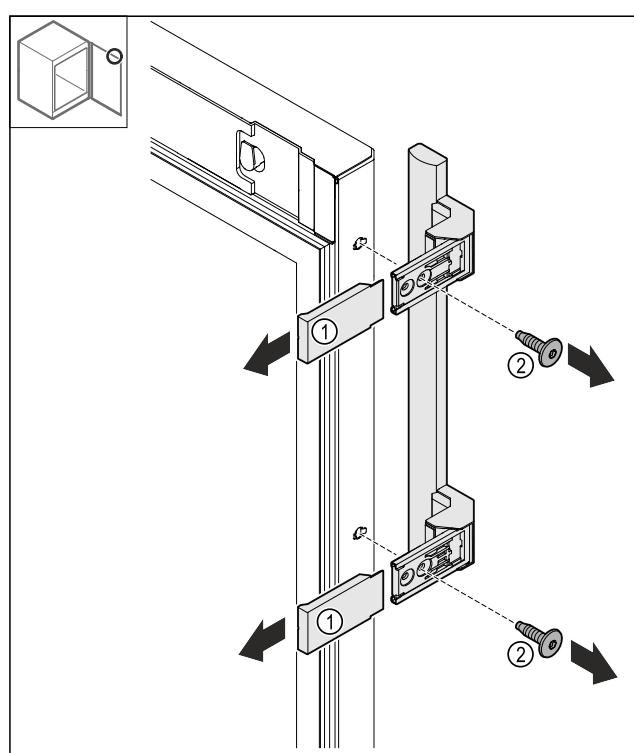

Fig. 24
► Noņemiet pārsegus Fig. 24 (1).
► Atskrūvējiet skrūves Fig. 24 (2).